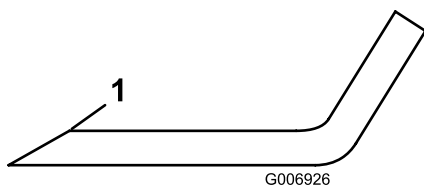

Figura 31
1. Affilate i taglienti da entrambe le estremità di ogni lama con una lima (Figura 31). Rispettate l'angolazione originale. La lama rimane bilanciata soltanto se rimuovete una quantità uguale di materiale da entrambi i taglienti.